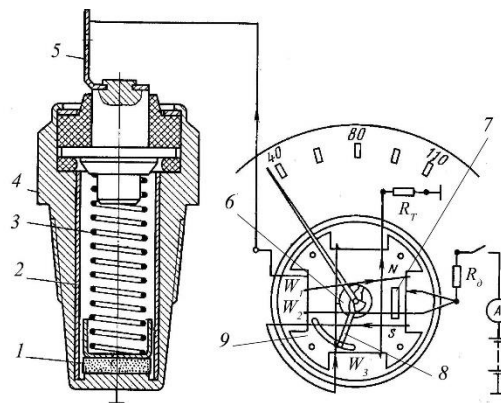

Рис. 2. Термометр
8. ЧУВСТВИТЕЛЬНЫЙ ЭЛЕМЕНТ ДАТЧИКА ЛОГОМЕТРИЧЕСКОГО ТЕРМОМЕТРА (РИС. 2)
9. РЕЗИСТОР  $\{R_T, R_\theta\}$  (РИС. 2) УСТАНОВЛИВАЕТСЯ ДЛЯ
10. ПОЛОЖЕНИЕ СТРЕЛКИ УКАЗАТЕЛЯ (РИС. 2) ОПРЕДЕЛЯЕТСЯ ВЕКТОРОМ МАГНИТНОГО ПОЛЯ